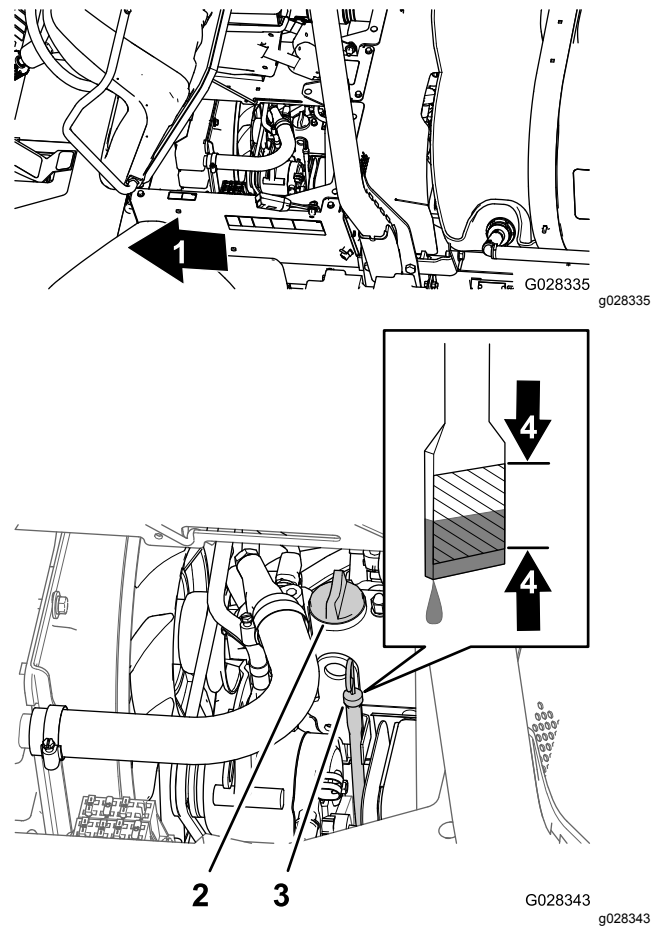

Figure 67
2. Retirez la jauge, située sous le siège du passager, et essuyez-la sur un chiffon propre (Figure 67).
3. Si le niveau est trop bas, enlevez le bouchon de remplissage du couvre-culasse (Figure 67) et versez la quantité d'huile nécessaire dans le goulot de remplissage pour faire monter le niveau jusqu'au repère maximum sur la jauge.
4. Remettez le bouchon de remplissage d'huile en place (Figure 67).
5. Revissez la jauge solidement en place (Figure 67).